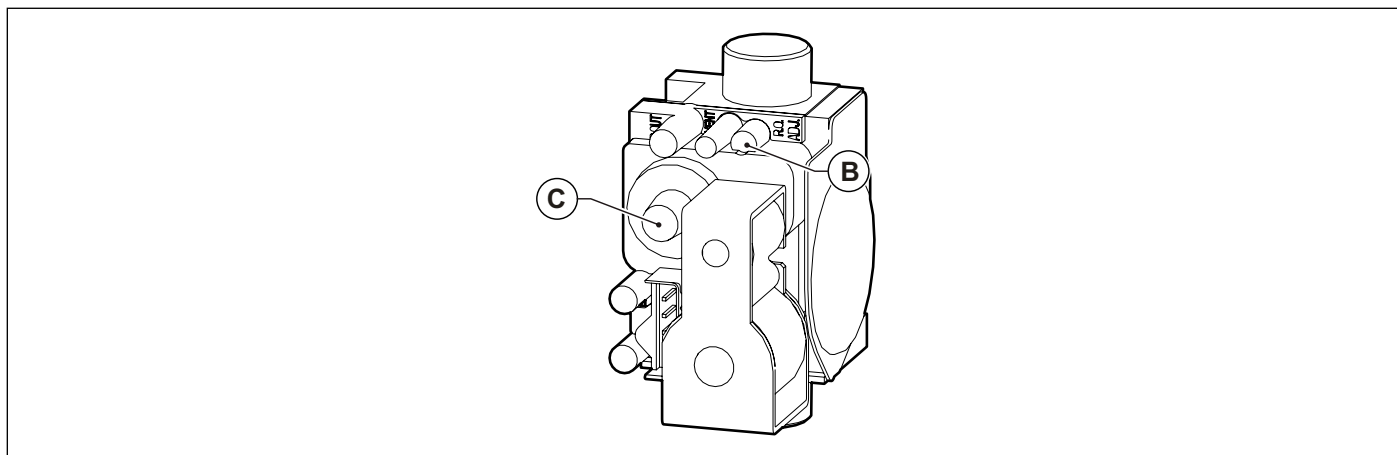

Fig. 36 Regolazione valore anidride carbonica
- Regolare il valore dell'anidride carbonica (CO₂) nei fumi ruotando il regolatore di rapporto **B** (vedi Fig. 36 Regolazione valore anidride carbonica) e assicurarsi che rientri nei limiti della Tab. 28 Valori di CO₂ nei fumi. Lasciare la caldaia in modalità spazzacamino e portarsi al passo successivo di regolazione alla potenza minima.
- Regolare il valore dell'anidride carbonica (CO₂) nei fumi ruotando il regolatore di offset **C** (vedi Fig. 36 Regolazione valore anidride carbonica) e assicurarsi che rientri nei limiti della Tab. 28 Valori di CO₂ nei fumi.